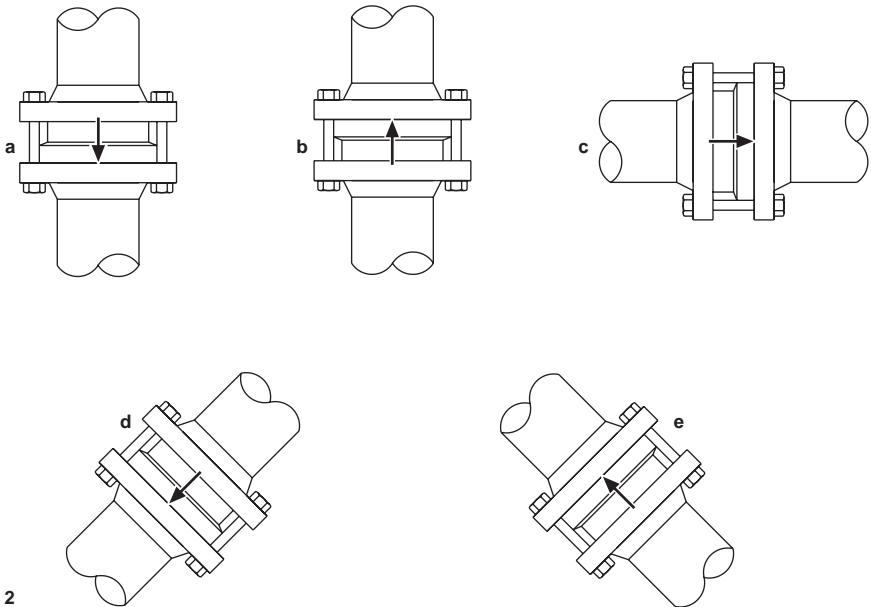

図. 2
3.3 逆止弁は2個のフランジの間に簡単に取り付けることができます(図2 参照)。